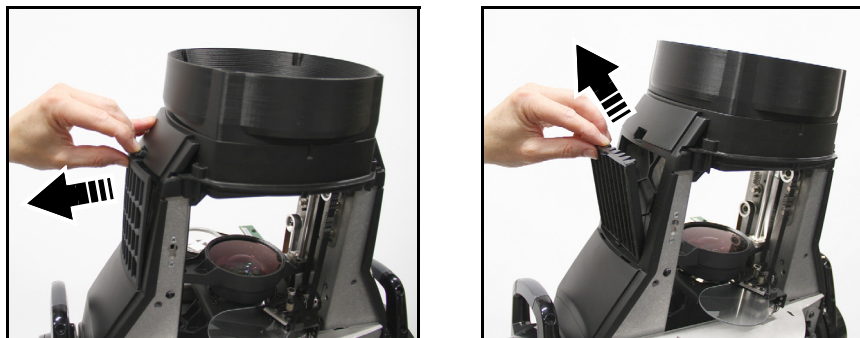

Figure 11 : Dépose du filtre à air
3. Voir Figure 11. Déclipez le capot du filtre à air et déposez-le.